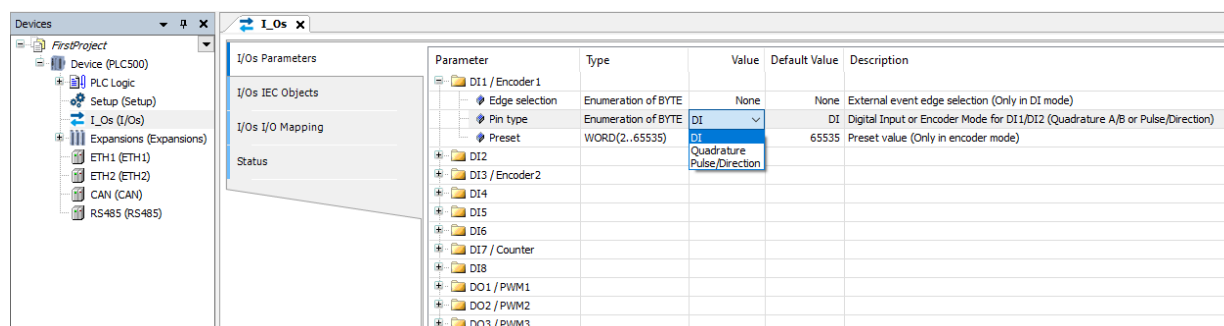

Figura 13.1: Configuración de la función de una entrada digital
Por defecto, los pines se inician con la configuración de Entrada Digital (DI). Si es necesario, configure la función deseada para cada entrada en la configuración de I/Os a través de CODESYS, como se muestra en la Figura 13.1.